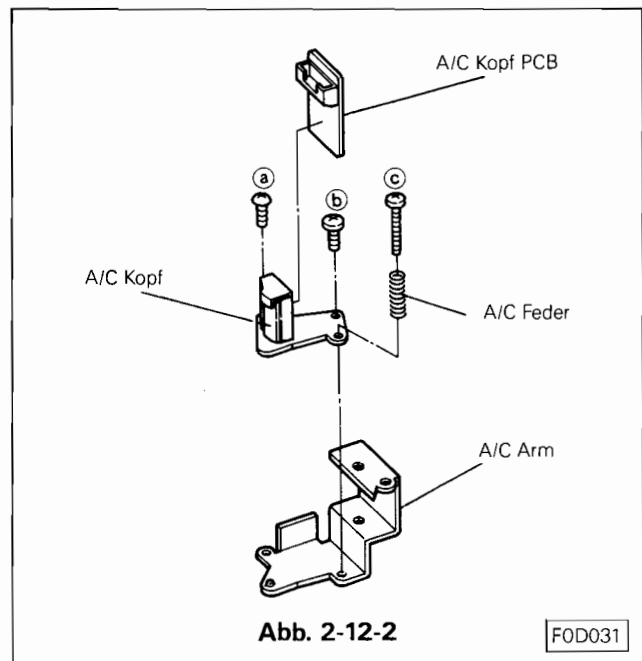

Abb. 2-12-2
- D. Die drei A/C Kopf Befestigungsschrauben (a, b und c) und die A/C Feder (siehe Abb. 2-12-2) entfernen, den A/C Kopf vom A/C Halter entfernen.
- E. Die A/C Kopf PCB vom A/C Kopf ablöten. Siehe Abb. 2-12-2.
2-12-2 Einbau (siehe Abb. 2-12-2)